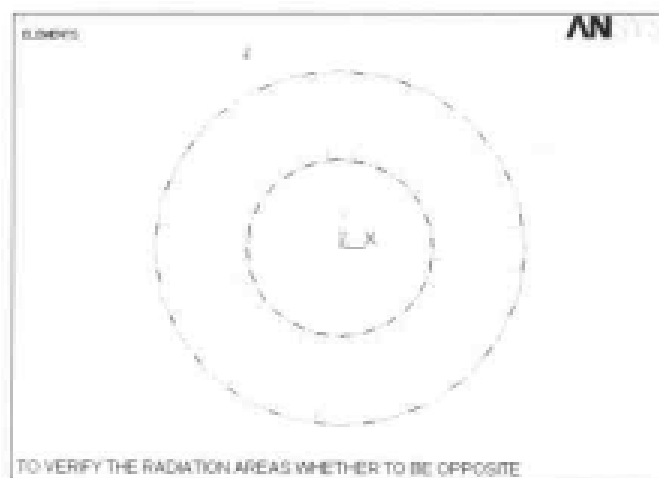

图 11-21 检验两个辐射面是否相对
(13) 选择 Utility Menu | Plot | Elements 命令, ANSYS 显示窗口将显示单元辐射方向, 如图 11-21 所示。